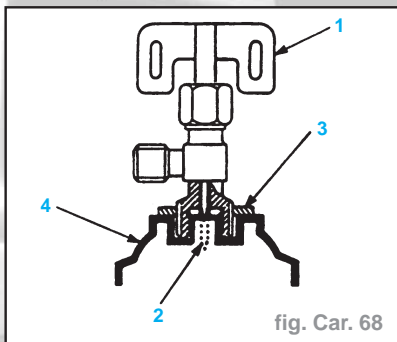

fig. Car. 68
- Tourner la poignée de la soupape de distributeur (1) dans le sens anti-horaire jusqu'à ce que le pointeau (2) soit complètement rentré (fig. Car. 68).
- Serrer l'écrou à river (3) dans le sens anti-horaire jusqu'à l'atteinte du point le plus élevé.
- Fixer la soupape de distributeur au réservoir de frigorigène (4).